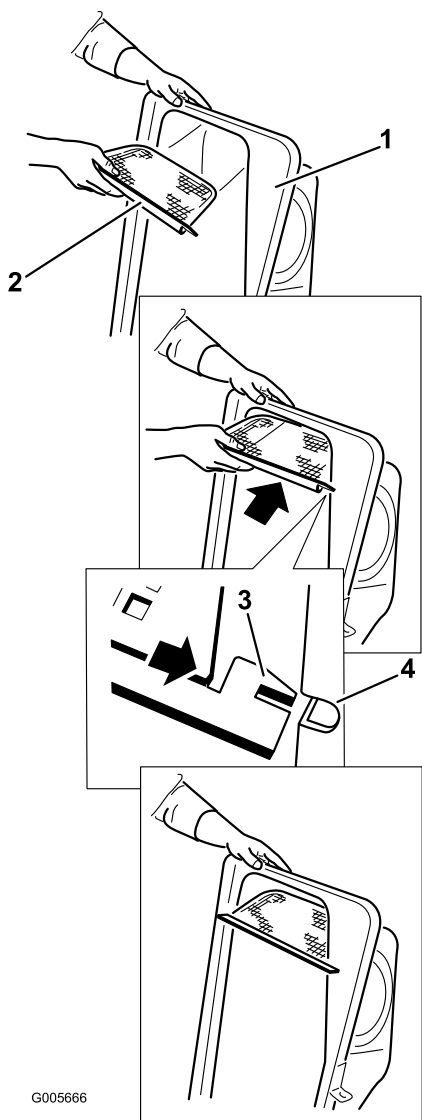

Figura 15
2. Instale la rejilla según se muestra en Figura 15, de manera que quede inclinada hacia abajo, hacia las bolsas de recogida.